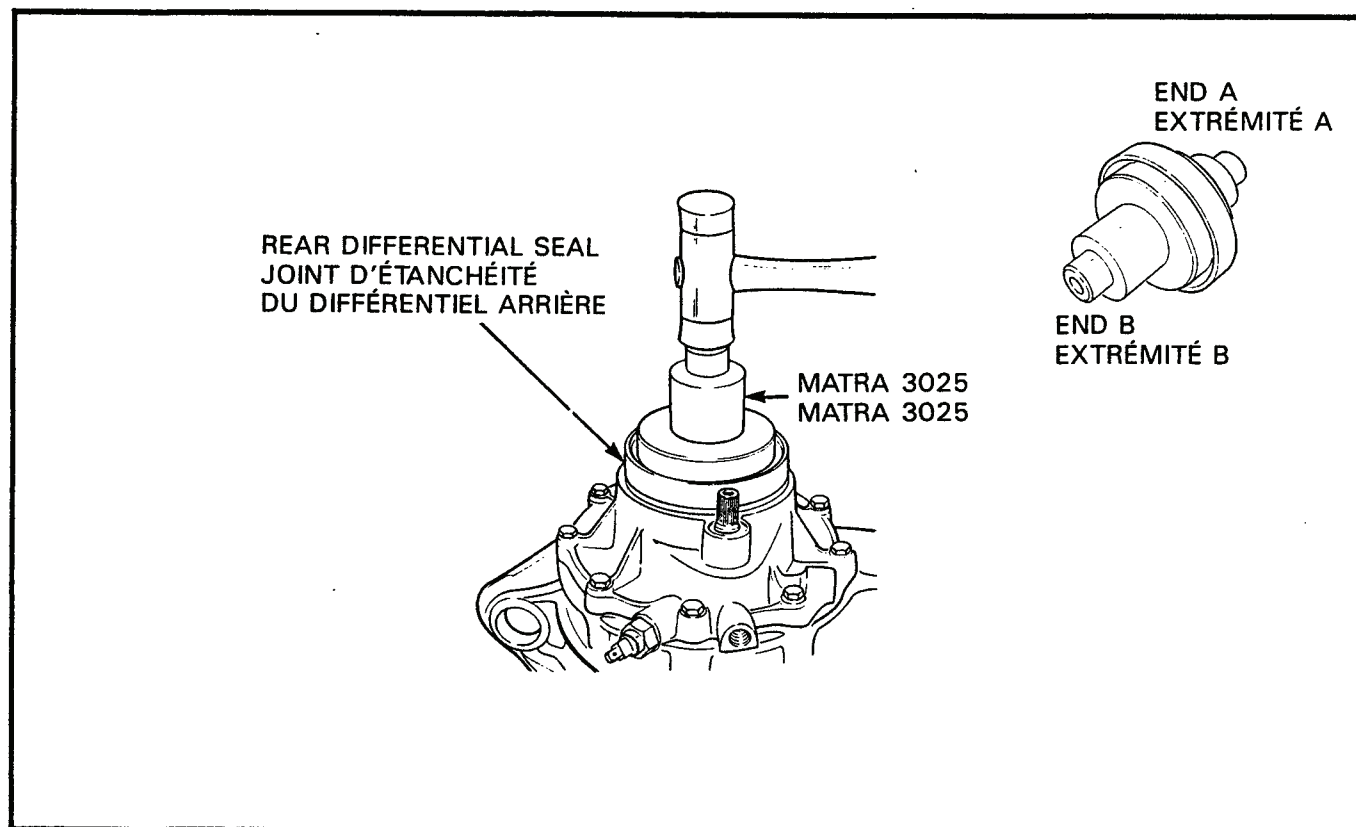

Figure 3-3-1 Installation of Rear Differential Seal - Left Side
c. Using end "A" of Matra 3025, install the inner seal, see Figure 3-3-1, and, using a plastic hammer, drive the seal in.	c. Au moyen de l'extrémité "A" de l'outil Matra 3025, installer le joint intérieur, voir figure 3-3-1, et au moyen d'un marteau de plastique, enfoncer le joint.